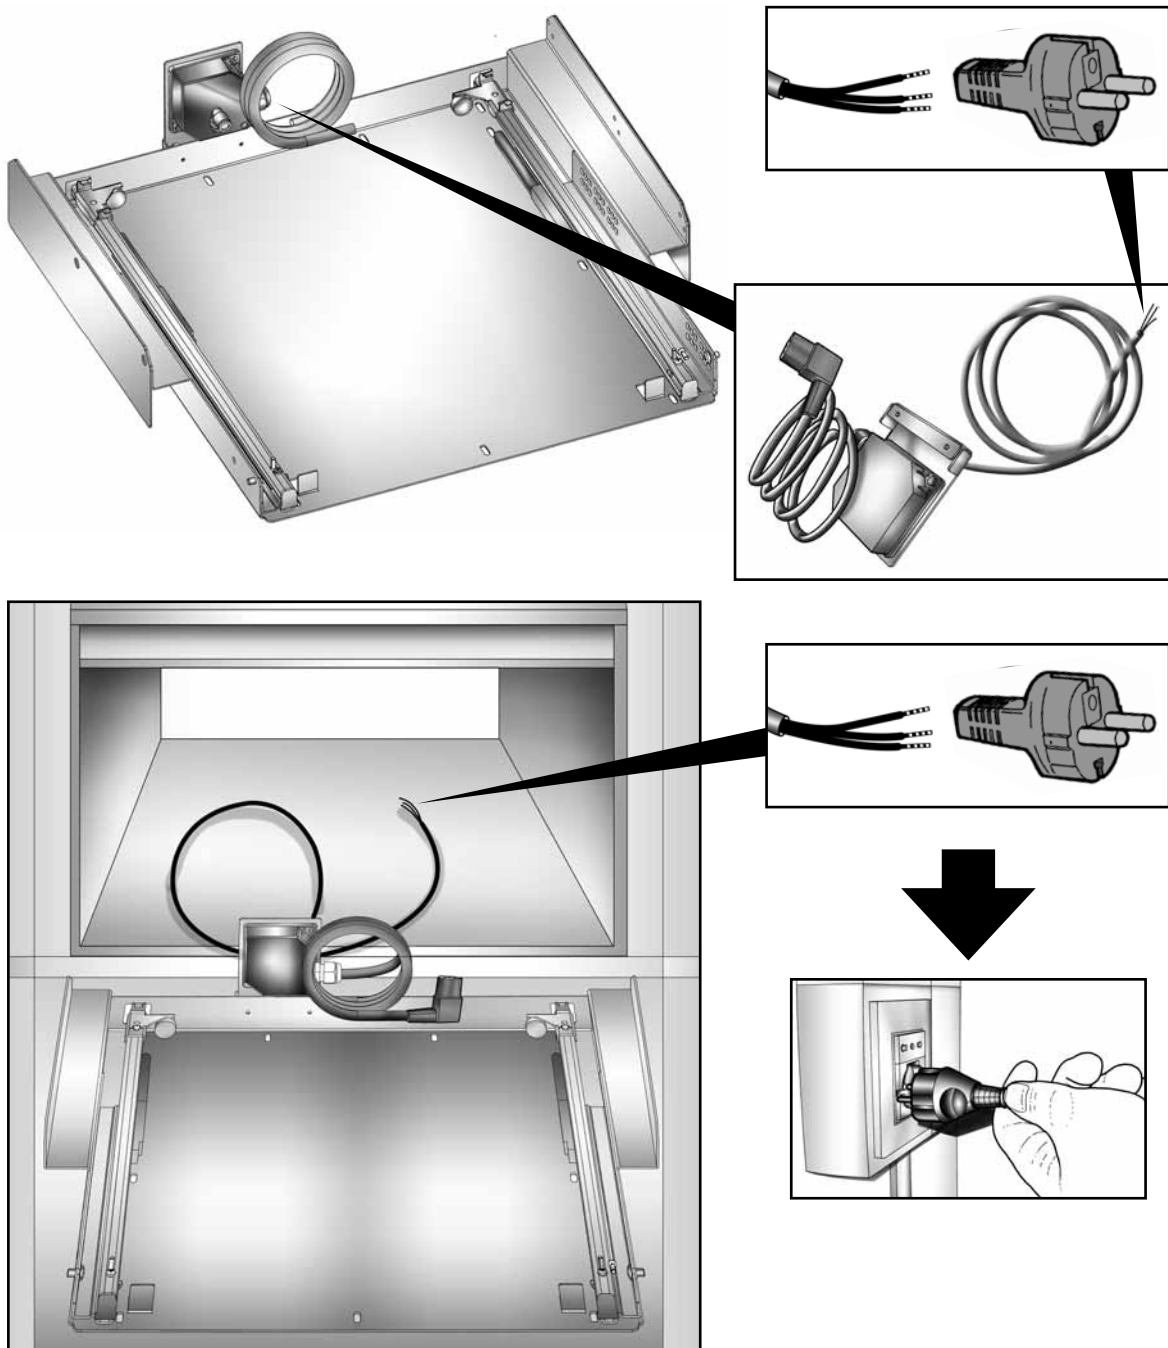

Fig. 1
- 2** Brancher préalablement le câble d'alimentation fourni avec le kit d'encastrement à une prise de courant destinée à l'alimentation électrique de la machine (**Fig. 1**).